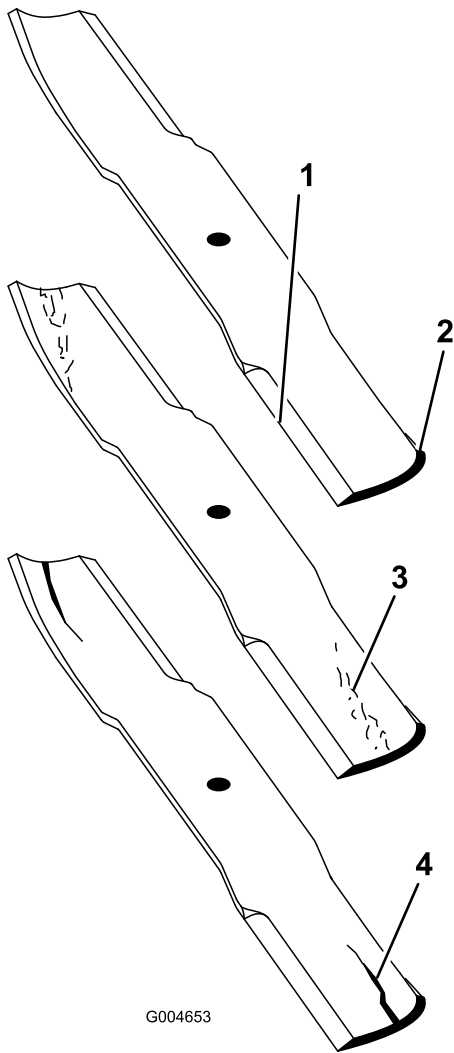

Figura 111
2. Examine cuidadosamente los extremos de corte de la cuchilla, sobre todo en el punto de reunión entre la parte plana y la parte curva de la cuchilla (Figura 111). Puesto que la arena y cualquier material abrasivo pueden desgastar el metal que conecta las partes curva y plana de la cuchilla, compruebe la cuchilla antes de utilizar el cortacésped. Si se aprecia desgaste (Figura 111), cambie la cuchilla.